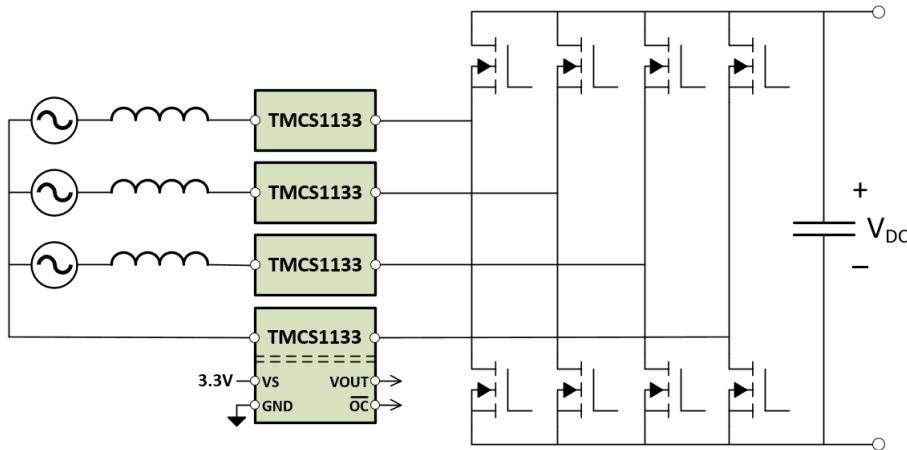

图 9-2. 交流/直流转换器电流检测
在许多应用中，电源必须从交流转换为直流后用于电路。为了提高功率传输效率，通常需要某种类型的受控功率因数校正 (PFC) 级。现代 PFC 级正在使用越来越快的电源开关，以减小总体尺寸并提高功率传输效率。通常，交流/直流转换器的 PFC 级直接连接到交流电网。PFC 级检测面临的一个主要挑战是，在电荷传输期间，电流传感器会遇到来自高压 (HV) 电网的大电压尖峰以及来自高速电源开关的高瞬态能量。TMCS1133 结构中固有的隔离功能可在 HV 电流检测节点和低压控制电路之间提供高级别的隔离，并具有高共模瞬态抗扰度 (CMTI)，因此有助于应对这些挑战。图 9-2 显示了 TMCS1133 在常见交流/直流转换器级中测量相电流的使用方法。